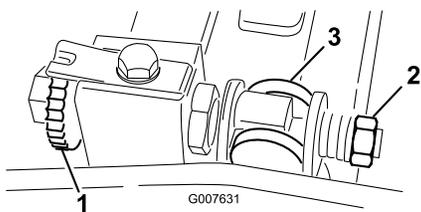

Figura 48
1. Rode o parafuso de ajuste da barra de apoio no sentido contrário ao dos ponteiros do relógio, para afastar a lâmina de corte do cilindro (Figura 48).
2. Faça recuar a porca da mola tensora até que a anilha deixe de estar sob tensão contra a barra de apoio (Figura 48).